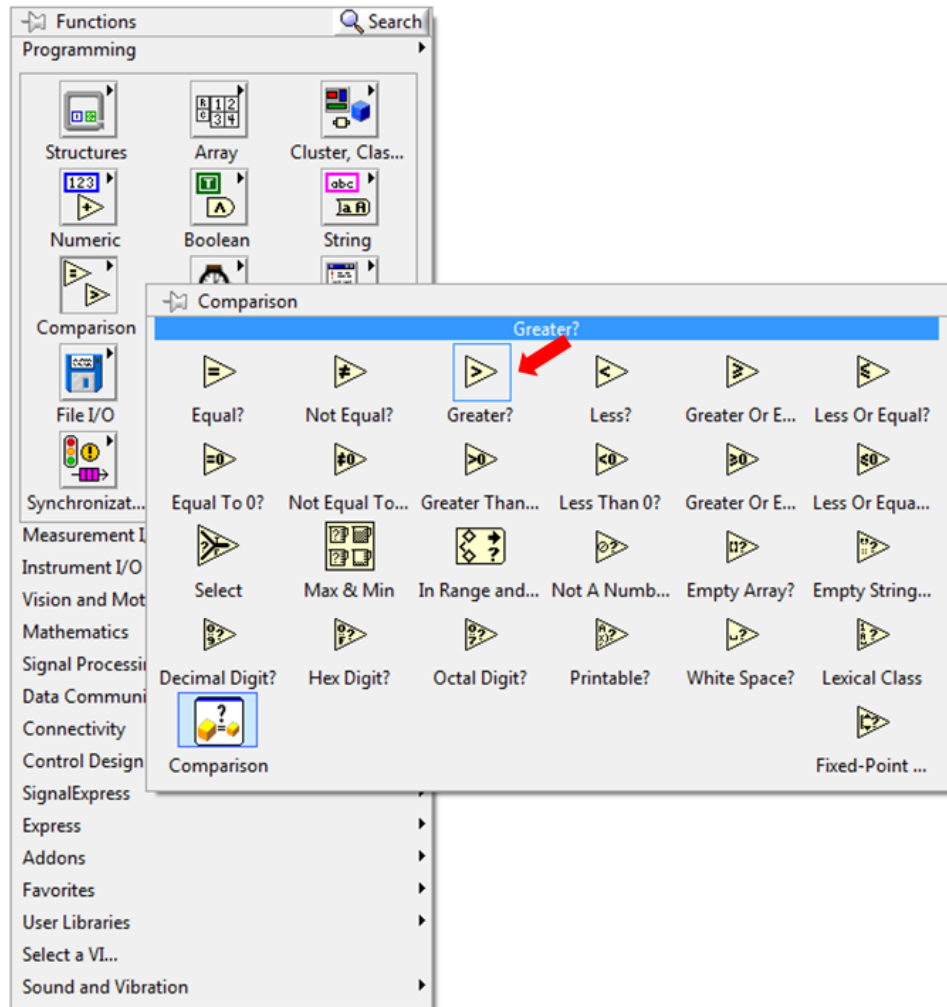
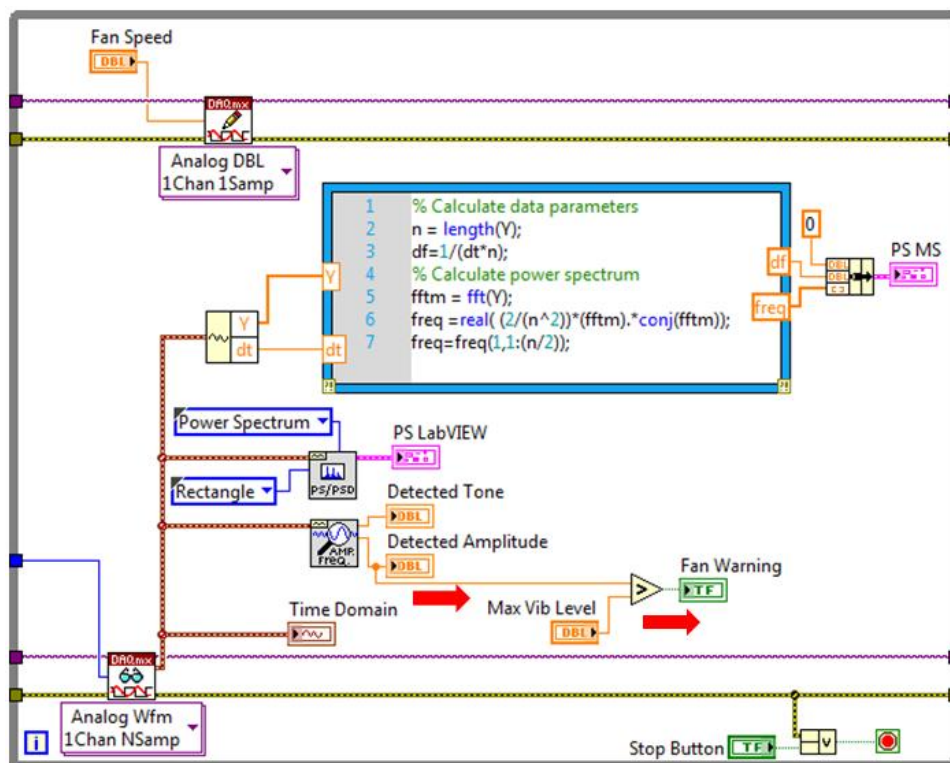

Figura 50. A função Greater? irá comparar dois números e apresentar um booleano Verdadeiro se o número superior for maior do que
Figura 51. A função de comparação Greater? compara a amplitude do maior tom de potência com um valor especificado pelo usuário.
7. Coloque a função **Greater?** da paleta Comparison (figura 50) no local indicado na figura 51.
8. Conecte a função **Greater?** conforme ilustrado na figura 51.